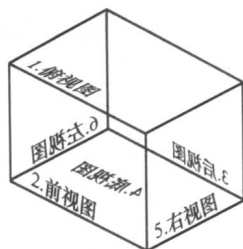

图 1-2-1
照立方体预设了 6 个构图面，每个构图面均赋予一个视角号码：(1) 俯视图；(2) 前视图；(3) 后视图；(4) 底视图；(5) 右视图（又称侧视图）和 (6) 左视图（见图 1-2-1）。